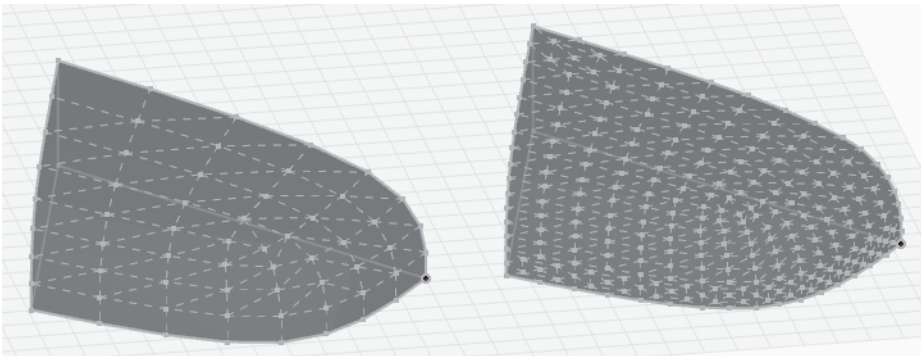

Abb. 11: SEGMENTIERUNG VERÄNDERN
- **VERBORGENE MORPH-GEOMETRIE ANZEIGEN** – Die interne Facettierung der markierten Morphs wird sichtbar gemacht (Abbildung 11).